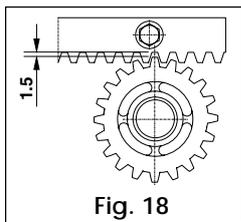

Fig. 18
- Una vez instalada la cremallera, para garantizar el engrane correcto con el piñón, es conveniente bajar el motorreductor aproximadamente 1,5 mm (Fig. 18).